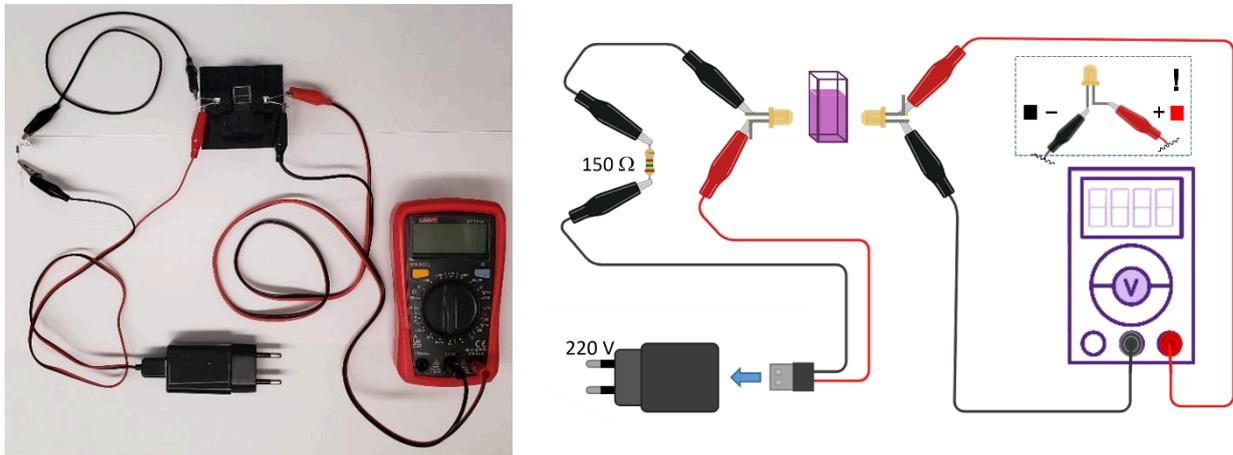

Abbildung 1.1. Das Gerät, das ihr heute zusammenbauen werdet (links) und Schaltplan (rechts).
erreicht. Das ist die Grundlage für die Lichtquelle und den Detektor in dem Instrument, das ihr heute zusammenbauen werdet (Abb. 1.1.).
3. Platziere das Photometer in der Mitte des Tisches und schließe die Schaltung wie in Abb. 1.1 gezeigt an. *Hinweis: Achte darauf, die Drähte mit der richtigen Polarität anzuschließen, sonst leuchtet die LED nicht.* Die Stromversorgung wird bereitgestellt, nachdem der Laborassistent überprüft hat, ob alles richtig angeschlossen ist.